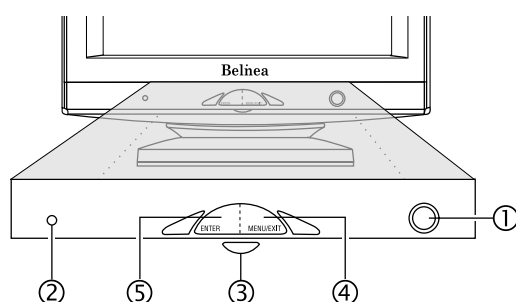

Abbildung 4. Bedienelemente des Monitors
1. Schalten Sie zuerst den PC und anschließend den Belinea-Monitor ein. Die Betriebsanzeige (siehe ② in Abbildung 4) leuchtet grün auf.
Sie können den Kontrast und die Helligkeit direkt einstellen, indem Sie das Einstellrad (③ in Abb. 4) drehen, während das OSD-Menü nicht angezeigt wird. Wenn Sie es im Uhrzeigersinn bewegen, erscheint das Einstellmenü für die Kontrast; durch Bewegen gegen
1. Drücken Sie die Taste **MENU/EXIT** (④ in Abb. 4). Das OSD-Menü erscheint am Bildschirm.
2. Es gibt insgesamt 9 verschiedene, nach Kategorien gegliederte OSD-Untermenüs. Wählen Sie durch Drehen des OSD-Einstellrads (③ in Abb. 4) die gewünschte Kategorie (siehe nächsten Abschnitt „Funktionen des OSD-Menüs“), und drücken Sie die OSD-Taste **ENTER** (⑤ in Abb. 4).
3. Wenn die gewählte Kategorie Unterfunktionen zur Auswahl stellt, wählen Sie mit dem Einstellrad (③ in Abb. 4) des OSD-Reglers das gewünschte Funktionssymbol (siehe nächsten Abschnitt „Funktionen des OSD-Menüs“).
4. Drücken Sie die Taste **ENTER** (⑤ in Abb. 4), um die Funktion zu aktivieren.